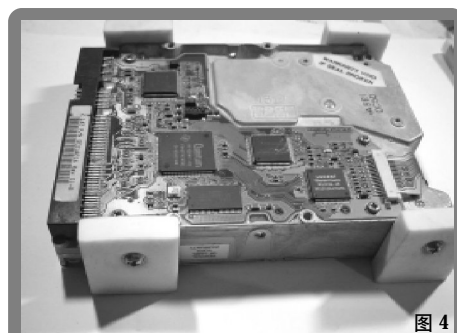

图 4
4. 然后找四颗长度适中的螺丝，把打好孔的橡皮固定在硬盘上（图4）。在拧螺丝时，用力不能过大，毕竟是